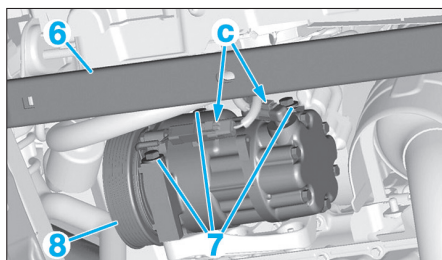

Fig. 15
- le support (5) du connecteur de sonde à oxygène.
- Déconnecter les connecteurs du compresseur de réfrigération (9) "c" (Fig.15).